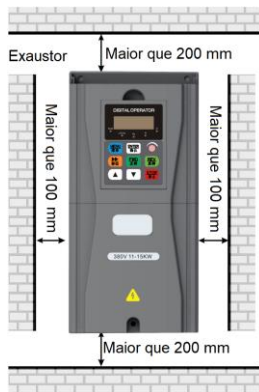

Fig.2-1 Distanciamento
- ◆ Para distanciamento, veja a Fig.2-1.